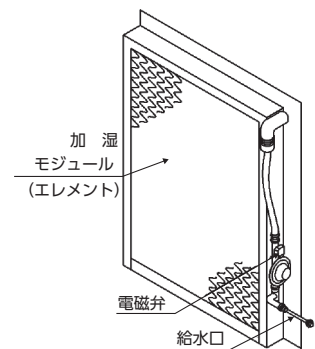

図2-8 水気化式加湿器
- ・ ステンレス製の枠に加湿モジュール（エレメント）と散水パイプを組み、給水用の電磁弁を設置しています。（図2-8参照）